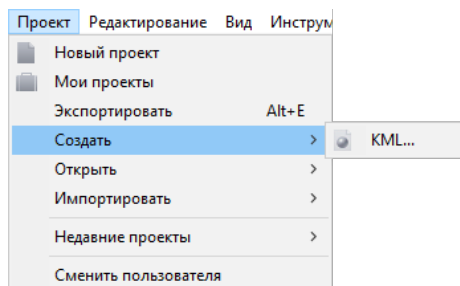

Рис. 28: Запуск создания KML
1. Откройте пункт главного меню **Проект > Создать > KML..** (рис. 28).